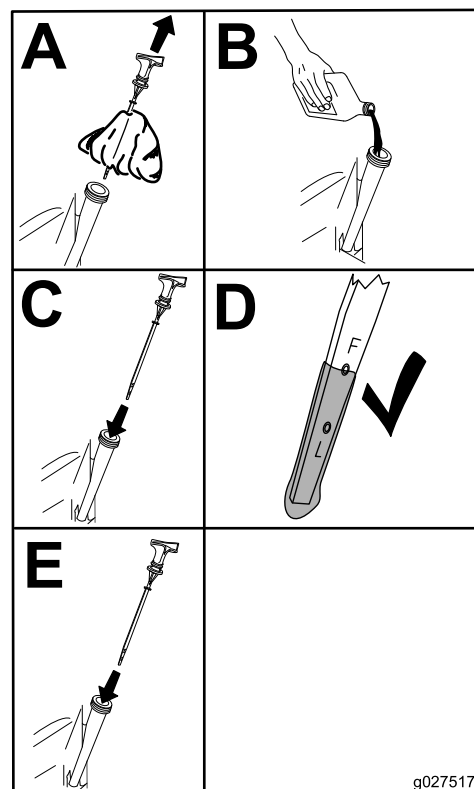

Figure 39
5. Versez avec précaution environ 80 % de la quantité d'huile spécifiée dans le goulot de remplissage (Figure 39).